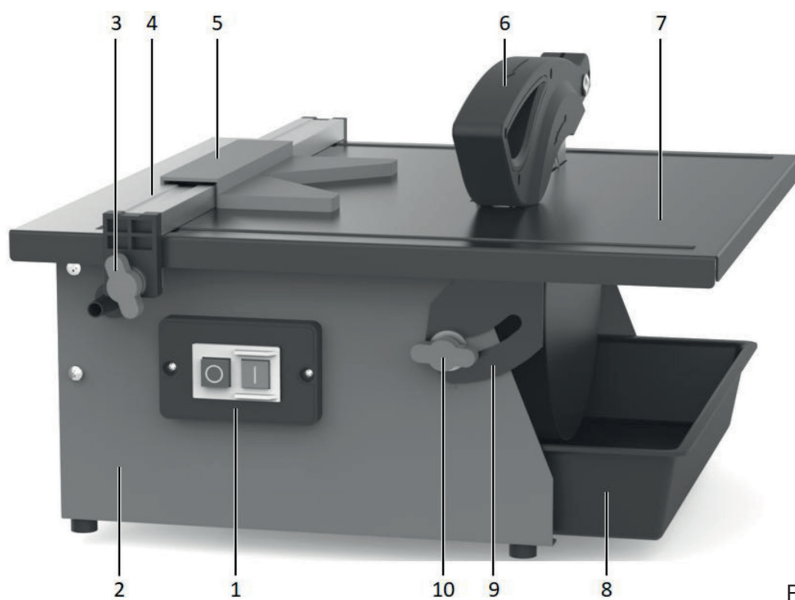

Рис. 1
С помощью винтов закрепите кронштейн защитного кожуха, а затем на кронштейн закрепите защитный кожух (6) (рис. 1).
Перед работой наполните ванночку (8) (рис. 1) водой. Уровень воды должен находиться между отметками «min» и «max» на стенке ванночки.
Для включения и выключения станка используйте выключатель (1) (рис. 1).
Установите на параллельный упор (4) угловой упор (5) (рис. 1).